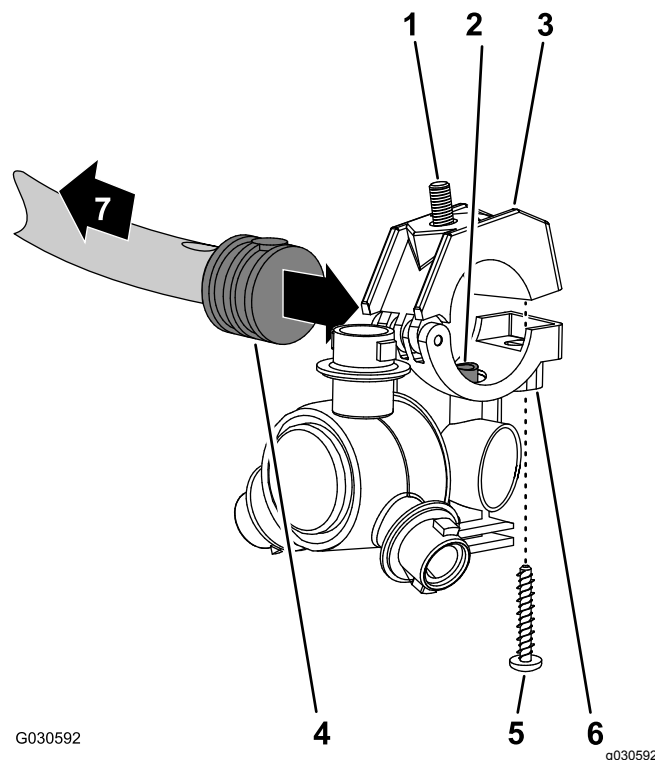

Figura 143
- Allineate il tubo di trasferimento sulla sella di un ugello dell'irroratrice (Figura 143) con il foro sul lato del portagomma dentellato singolo ($\frac{1}{2}$ ").
- Chiudete la metà superiore della fascetta attorno al portagomma dentellato e fissate la metà della fascetta e il corpo dell'ugello dell'irroratrice (Figura 143) con la vite in acciaio inox (n. 12 x $1\frac{1}{4}$ "); serrate la vite in acciaio inox a 14–18 N·m.